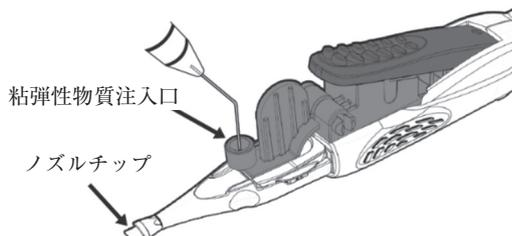

図1
7. 粘弾性物質注入用カニューラを粘弾性物質注入口へ垂直に差し込む（図1）。
8. ノズルチップに達するまで粘弾性物質を充たす（約0.28mL）（図1）。